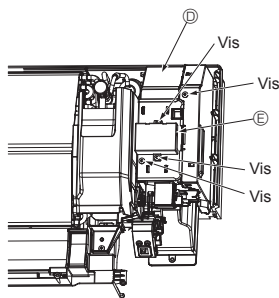
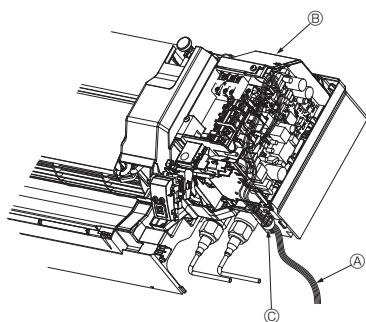

Fig. 6-6
Fig. 6-7
- (4) Retirer les couvercles avant et latéral du boîtier électrique (D, E) (2 vis pour chacun). (Fig. 6-6)
- (A) Capuchons de vis
- (B) Panneau frontal
- (C) Cache
- (D) Couvercle de boîtier électrique (latéral)
- (E) Couvercle de boîtier électrique (avant)
2. Passer le fil de raccordement (A) du KIT DE VANNE en option dans le collier de câble (C) du boîtier électrique (B) pour l'insérer dans le boîtier électrique. (Fig. 6-7)